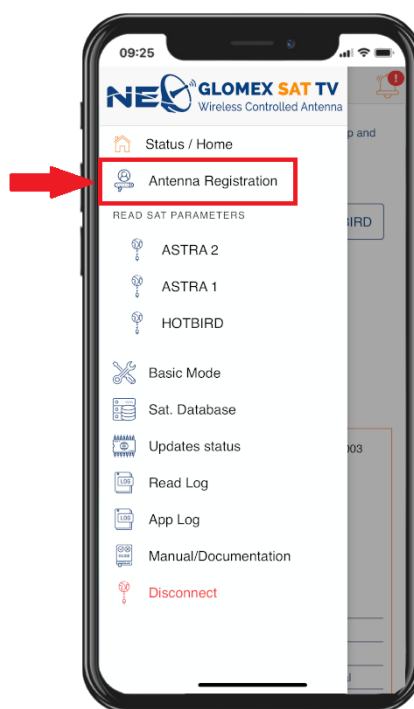

Fig. 46
- Haga clic en «Registro de la antena» (Fig. 46).